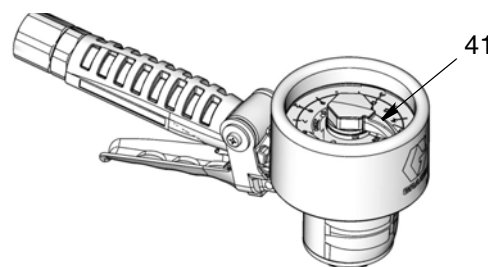

FIG. 9
1. Gire o bico de travamento com engate giratório automático (101) no sentido horário, a fim de abrir o bico. Insira o bico no receptáculo do produto e aperte o gatilho (12).
2. Observe o direcionador do medidor (41) mover-se no mostrador do medidor (37). Solte o gatilho (12) quando a quantidade desejada de produto tiver sido distribuída.
3. Gire o direcionador do medidor (41) para o sentido anti-horário, a fim de retorná-lo a "0" antes de realizar uma nova distribuição. Consulte a FIG. 9